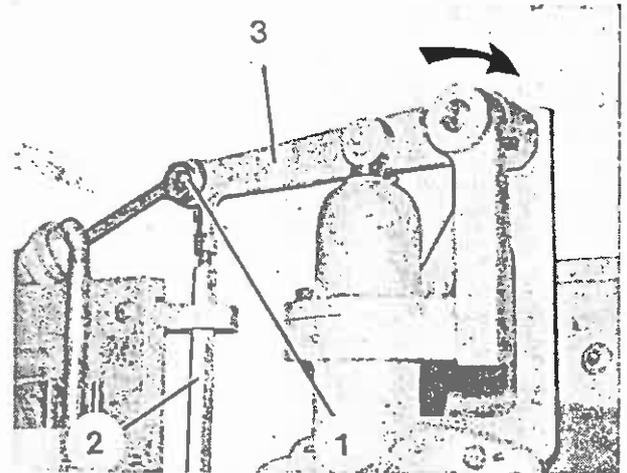

Bild 121.4
2. Sechskantmutter (Bild 121.4/1) lösen und Zugstange (Bild 121.4/2) aus dem Langloch des Hebels (Bild 121.4/3) herausziehen und Hebel in Pfeilrichtung umlegen.